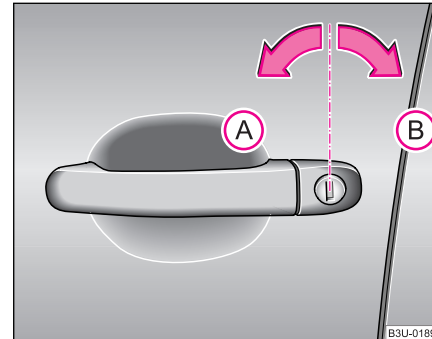

Fig. 22 Pozițiile cheii pentru încuiere și descuiere
- Rotiți cheia în încuietorea ușii conducătorului auto în poziție de descuiere **(A)** ♥ pagina 41, fig. 22 spre stânga.
- Rotiți cheia în încuietorea ușii conducătorului auto în poziție de încuiere **(B)** spre dreapta ♥ pagina 41, fig. 22.